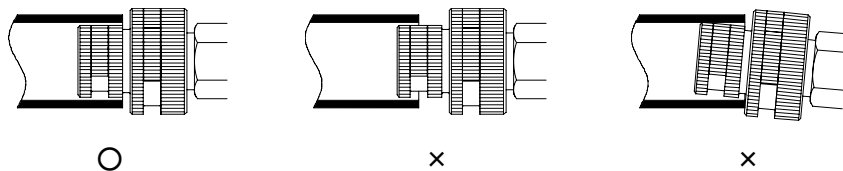

図 2
- ・ 偏芯歯よりも必ず深く管に入れてください。また、管とレンチがこじれた状態で入れないでください。(図 2)